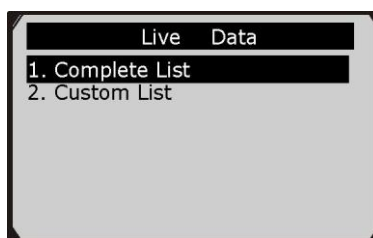

Рисунок 5-10
1) Для просмотра полного набора данных используйте **кнопку прокрутки вверх/вниз**, чтобы выбрать пункт **Complete List [Полный список]** в меню **Live Data [Оперативные данные]**, а затем нажмите **кнопку ОК**. См. рисунок 5-10.
1) Для просмотра пользовательских данных ПИД-регулирования используйте **кнопки прокрутки вверх/вниз**, чтобы выбрать пункт **Custom List [Пользовательский список]** в меню **Live Data [Оперативные данные]**, а затем нажмите кнопку **ОК**. См. рисунок 5-10.